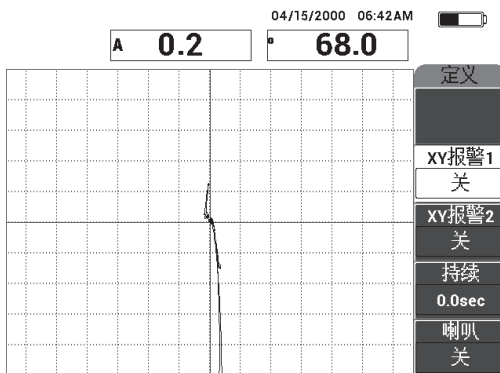

图 6-32 在脱粘缺陷和修复区域上扫查
6. 慢慢地在一个脱粘缺陷和一个修复区域上扫查，然后按**冻结**键 () (参见第 143 页的图 6-32)。